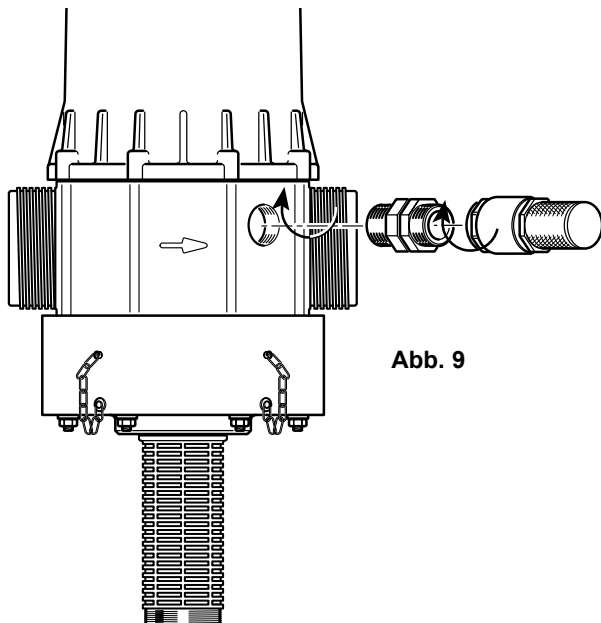

Abb. 9
- Im Falle einer eventuellen Drucksenkung* stellt sie automatisch den atmosphärischen Druck in der Anlage wieder her (**Abb. 9**). Ihre Benutzung unterliegt den im jeweiligen Land gültigen Vorschriften für das Gesundheitswesen.